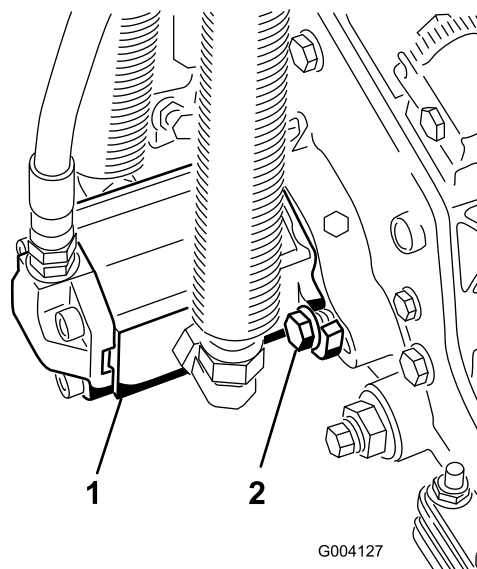

Figura 30
- Montați motorul rotindu-l în sensul acelor de ceasornic, astfel încât flanele motorului să treacă de uruburi (Figura 30).